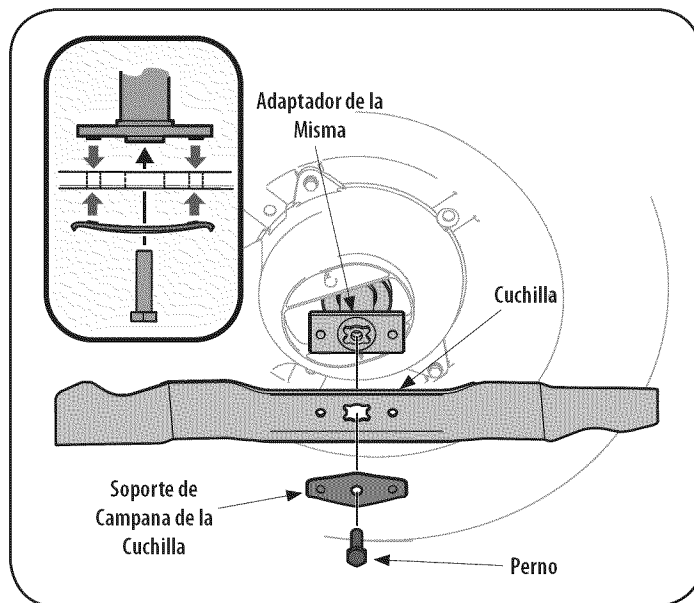

Figura 22
2. Saque el perno y el soporte de campana de la cuchilla que sostienen la cuchilla y el adaptador de la misma al cigüeñal del motor. Vea la Figura 22.
5. Lubrique el cigüeñal del motor y la superficie interna del adaptador de la cuchilla con aceite ligero. Deslice el adaptador de la cuchilla sobre el cigüeñal del motor. Instale la cuchilla en el adaptador con el lado marcado "Bottom" (inferior) (o con el número de parte) hacia el piso cuando la cortadora de césped está en posición de funcionamiento. Asegúrese que la cuchilla quede alineada y asentada en las bridas del adaptador. Vea la Figura 22 inserto.